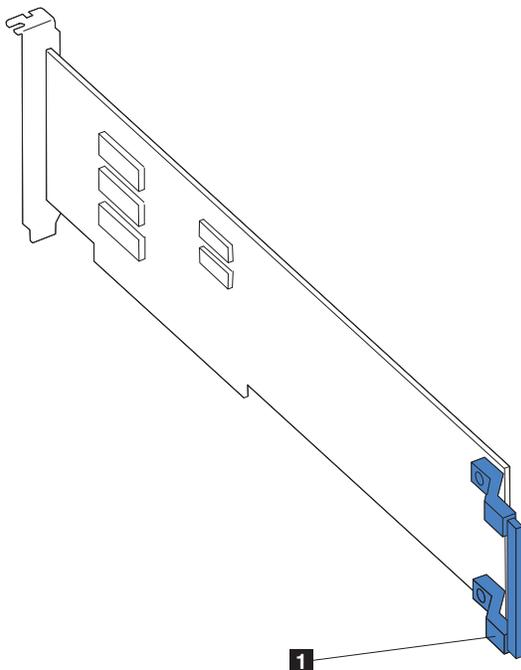

Figure 42. Emplacement du guide sur une carte longue
- a. Si vous installez une carte longue, retirez le guide de la carte (s'il y en a un) à l'extrémité de la carte (voir la figure 42).